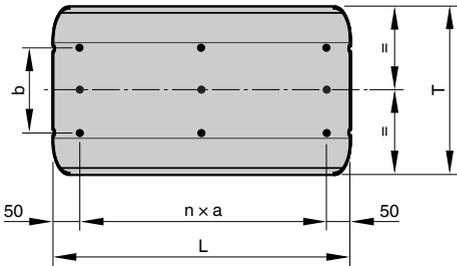

Abb. 26: Anordnung der Bohrschrauben zur Befestigung der Kulissen
- Schalldämpferkulissen können z.B. mit Bohrschrauben (Abb. 26), min. 4,2x13 (DIN7504) in Blechkanäle befestigt werden.